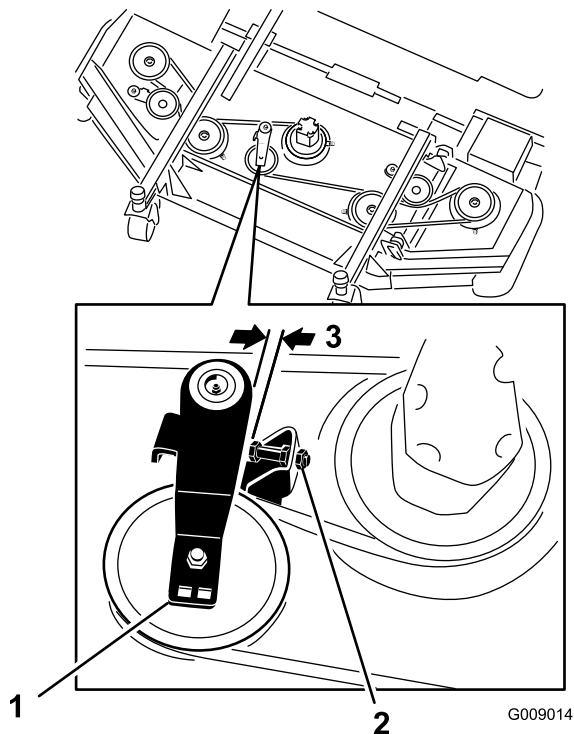

Figure 127
3. Sur le plateau avant central, desserrez les écrous de blocage sur la vis d'arrêt de la poulie de tension et vissez la vis d'arrêt dans le support (Figure 127).
4. À l'aide d'une clé à cliquet ou d'un outil similaire, éloignez chaque poulie de tension de plateau latéral de la courroie d'entraînement pour détendre cette dernière et pouvoir la déchausser de la poulie (Figure 127).